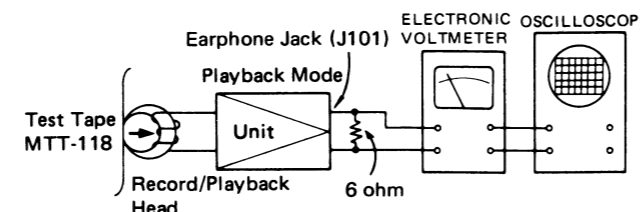

Figure 5-5
1. Connect instruments as shown in Figure 5-5.
1. Die Instrumente gemäß Abbildung 5-5 anschließen.
1. Brancher les instruments comme l'indique la Figure 5-5.
⑤